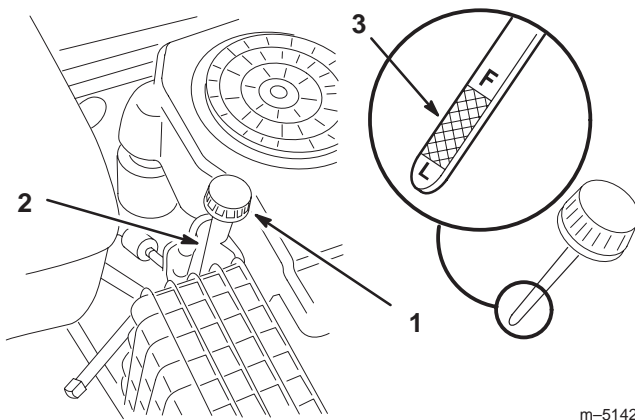

Figure 16
2. Nettoyez la surface autour de la jauge d'huile (Fig. 16) pour éviter que des impuretés ne s'introduisent dans le goulot de remplissage, ce qui risquerait d'endommager le moteur.
3. Dévissez la jauge d'huile et essuyez soigneusement l'extrémité métallique (Fig. 16).
4. Renforcez la jauge complètement dans le tube de remplissage sans la visser (Fig. 16). Sortez de nouveau la jauge et examinez l'extrémité métallique. Si le niveau est bas, versez lentement juste assez d'huile dans le goulot de remplissage pour amener le niveau au repère du plein ("F"), sans le dépasser.
8. Versez lentement environ 80% de la quantité d'huile spécifiée à la page 23 dans le goulot de remplissage (Fig. 16).
10. Versez avec précaution suffisamment d'huile pour que le niveau atteigne le repère maximum (F) sur la jauge.